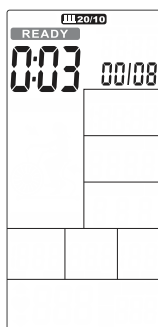

FIGURA 28
2. El tiempo del ciclo cuenta hacia atrás de 3 a 0, luego la consola se inicia, el zumbador suena una vez por segundo y READY parpadea una vez por segundo, mostrando la cuenta '00 / 08' (Figura 28).